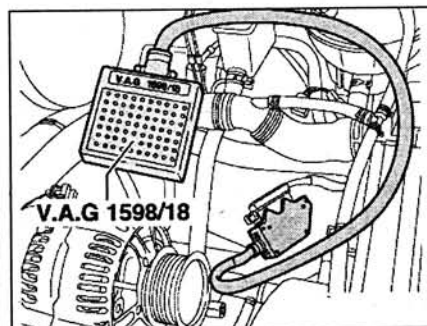

Рис. 3.16. Присоединение считывателя кодов неисправностей V.A.G 1598/18 на автомобилях с 68-контактным разъемом проводки блока управления.
3. Отсоедините разъем проводки от блока управления и присоедините разъем проводки считывателя кодов неисправностей (рис. 3.16, 3.17).